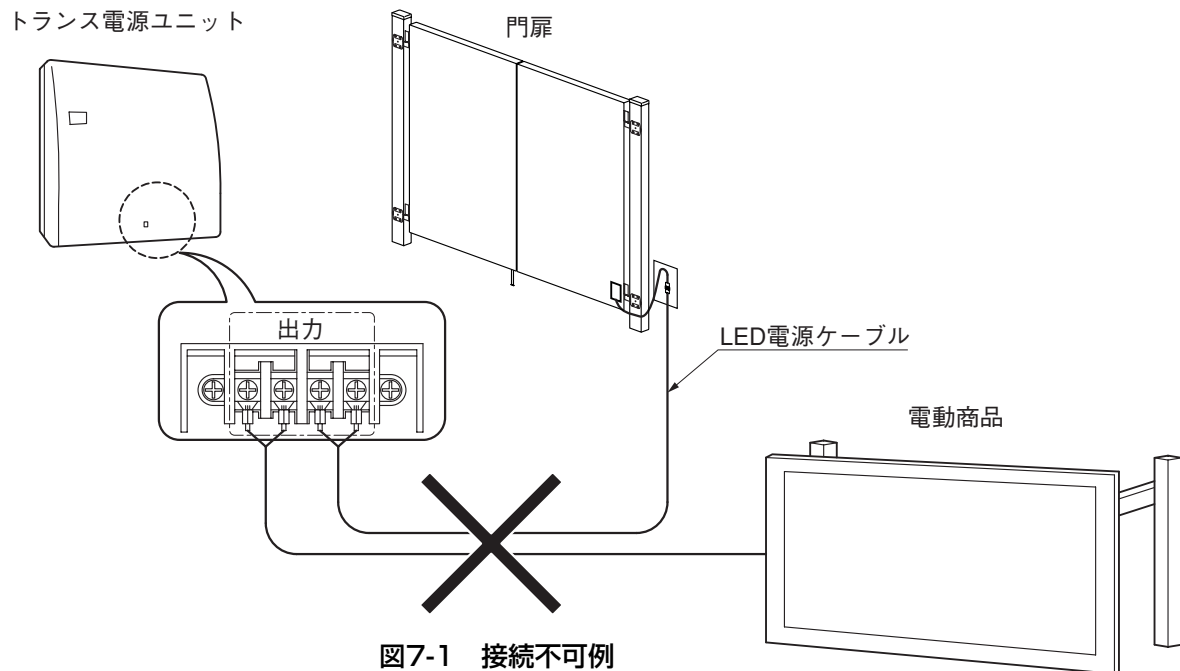

図7-1 接続不可例
- 電動商品と照明器具は、出力モードの設定が異なるため、同時に接続することはできません。(図7-1参照)